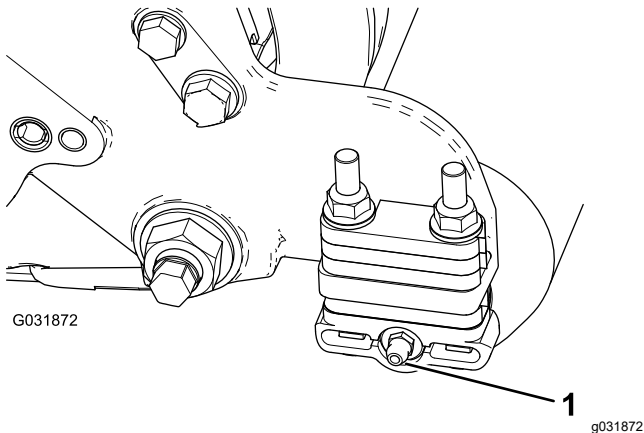

Figura 7
1. Rimuovete il raccordo d'ingrassaggio per il rullo dal lato dell'elemento di taglio provvisto di alloggiamento della spazzola per rulli (Figura 7).